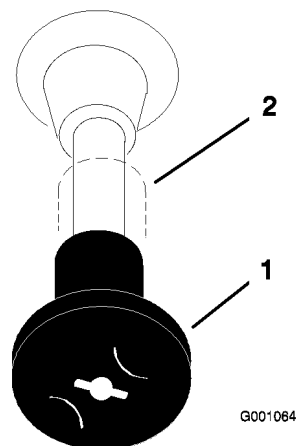

Figura 12
4. Si el motor está frío, mueva el control del estárter a la posición de arranque antes de arrancarlo (Figura 12).
- Después de que el motor arranque, abra el estárter (Figura 12). Si el motor se cala o funciona irregularmente, vuelva a colocar el estárter en Cerrado durante unos segundos, luego mueva la palanca del acelerador al ajuste deseado. Repita este procedimiento tantas veces como sea necesario.